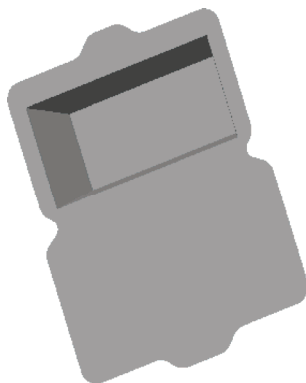

图 16-18 进行合并操作
STEP 17 按住〈Ctrl〉键的同时, 在模型树中选择“合并 1”选项和“填充 2”选项, 运用“合并”命令, 进行合并操作, 效果如图 16-18 所示。